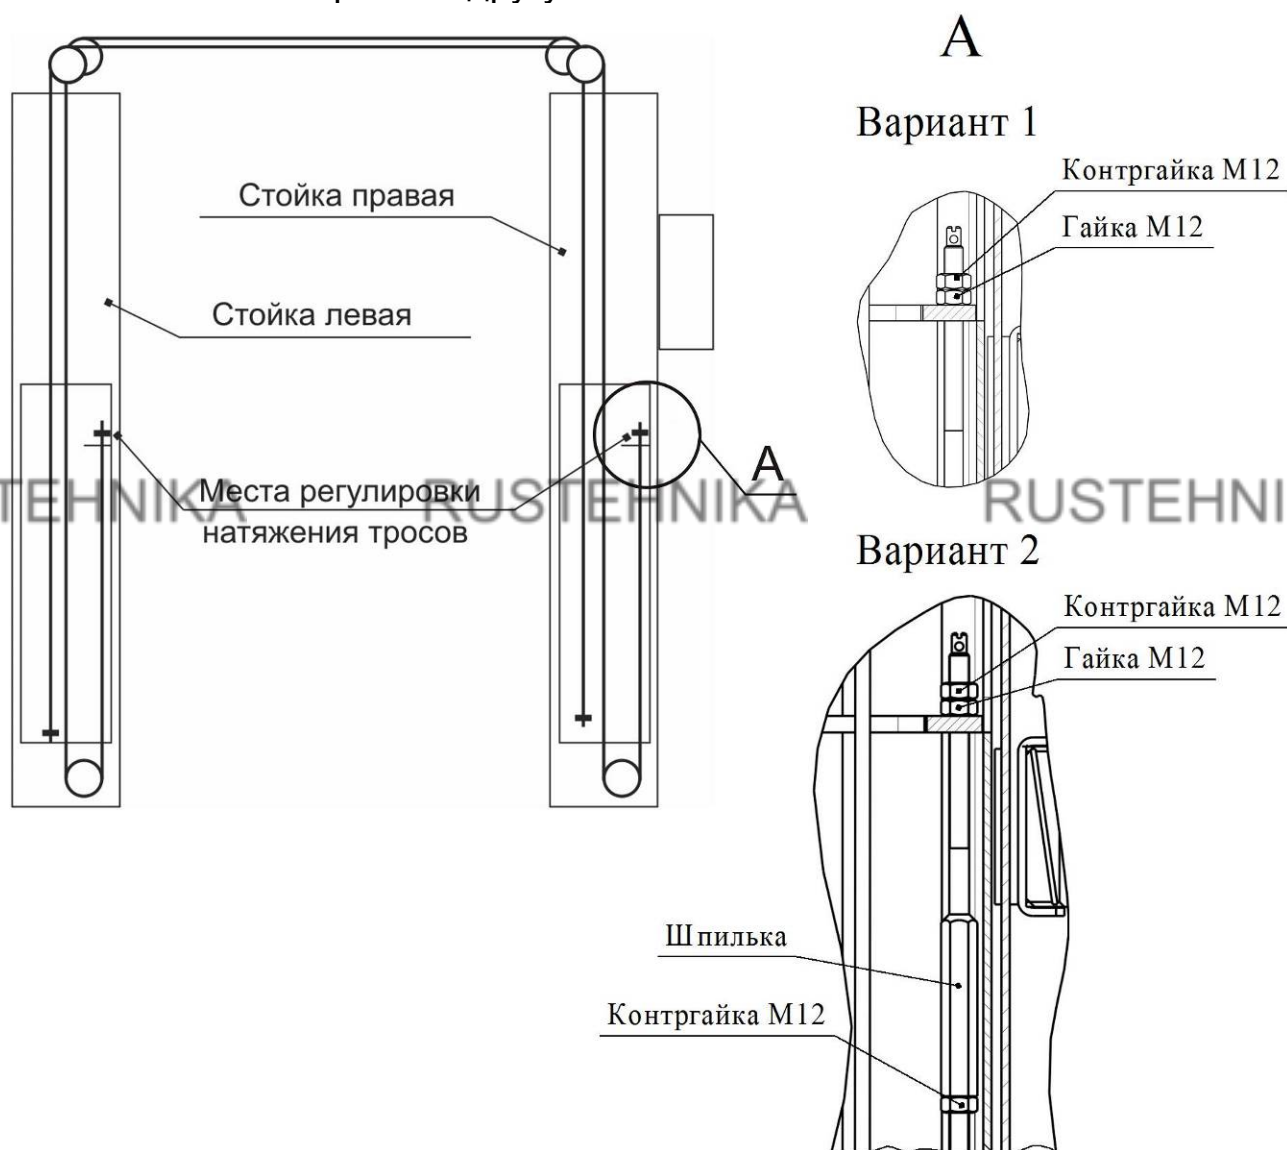

Рисунок 6.6 - Схема запасовки синхронизирующих тросов
6.7 Поднять погрузчиком или другими подъемными средствами каретки 4 и установить на защелки 14 (на высоте около 400 мм от пола). Установить тросы системы синхронизации кареток (рисунок 6.6).